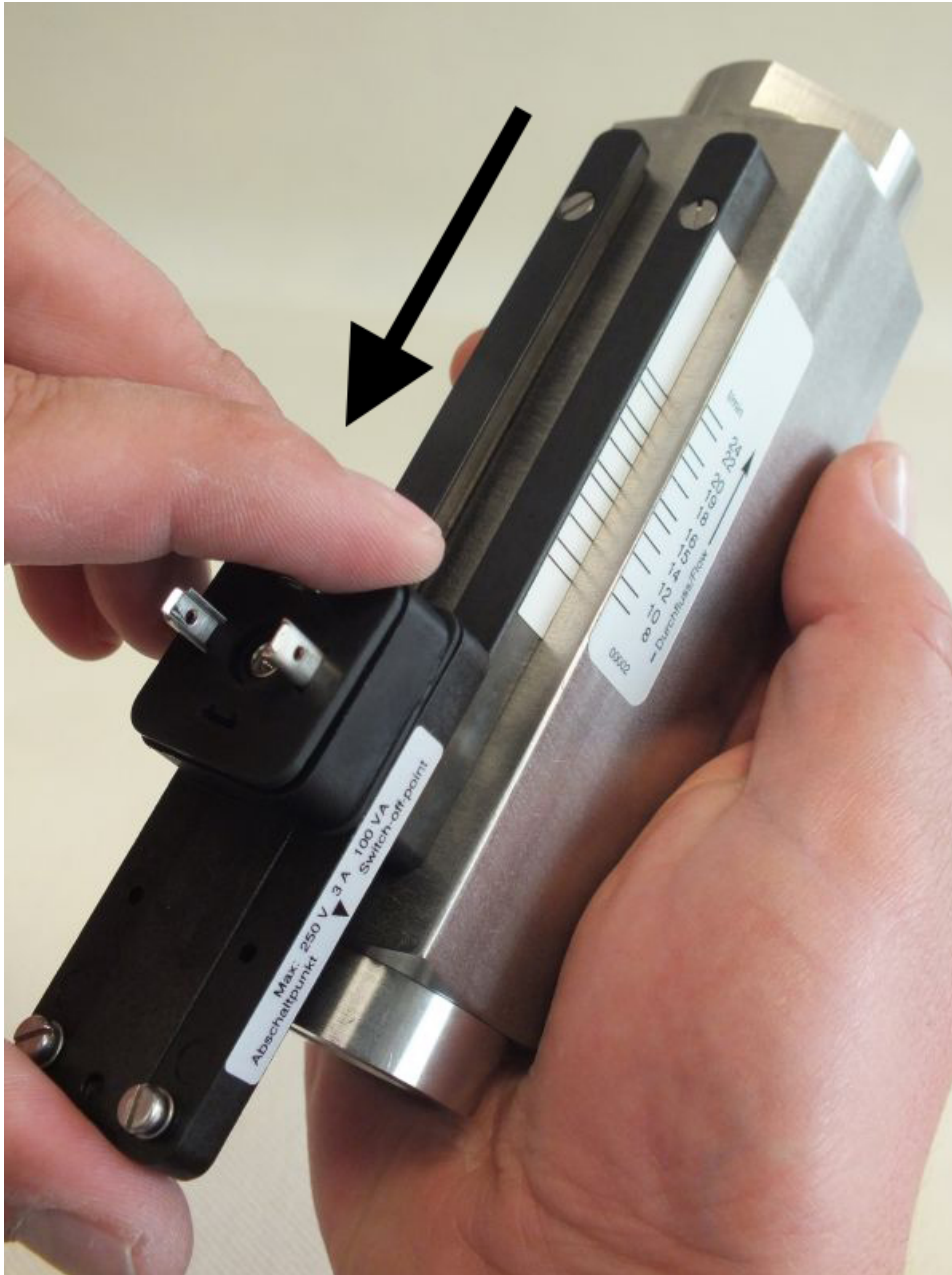

Abb. 69: Schaltkontakt aus Führung schieben
4. ➤ Den Schaltkontakt in Pfeilrichtung (Abb. 69) aus den Führungsleisten schieben